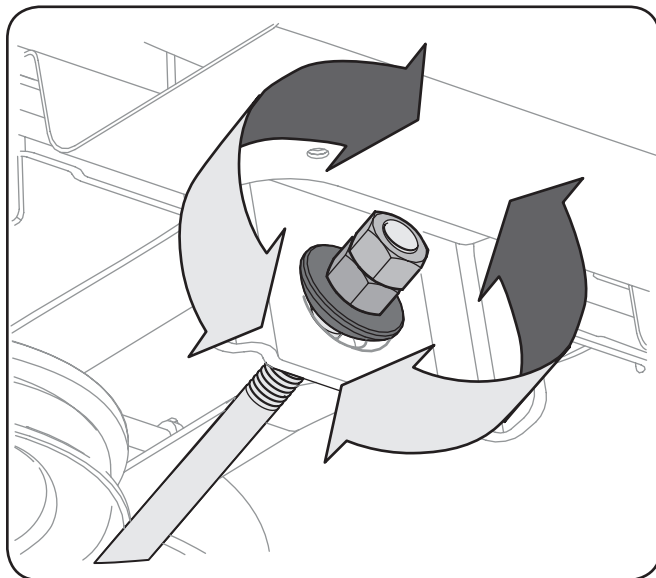

Figura 6-5
1. Para *eleva*r el frente de la plataforma, afloje la tuerca exterior y apriete (rosca hacia adentro) la tuerca contra el soporte de suspensión delantera. Consulte Figura 6-5. Cuando se logra el ajuste correcto, vuelva a apretar la tuerca externa.
2. Para *bajar* el frente de la plataforma, afloje la tuerca exterior y afloje (rosca hacia afuera) la tuerca, lejos del soporte de suspensión delantera. Consulte Figura 6-5. Cuando se logra el ajuste correcto, vuelva a apretar la tuerca externa.